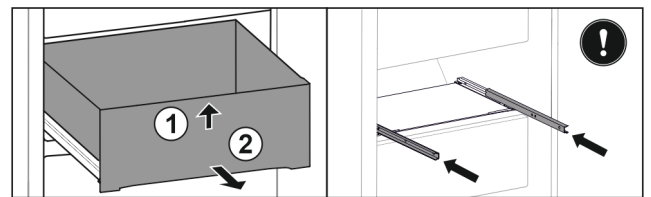

Fig. 123
- ▶ Schubfach vorne anheben. Fig. 123 (1)
- ▶ Schubfach nach vorne entnehmen. Fig. 123 (2)